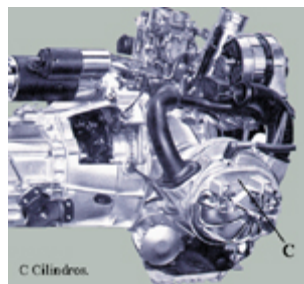

Fig. 27
- **Motores de cilindros opuestos o "boxer" (fig. 27)**